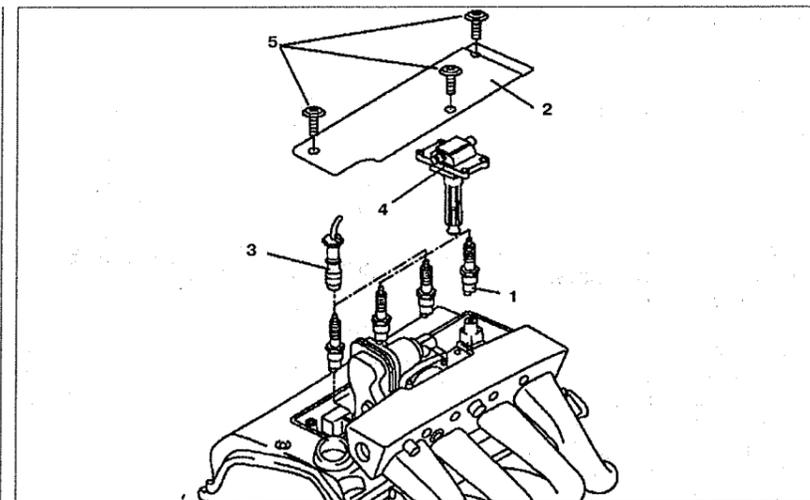

Рис. 2.124. Замена свечей зажигания:
3. Открутите свечи зажигания 1 (см.рис.2.124). Проверьте зазор между электродами. Он должен составлять 0.8 мм.